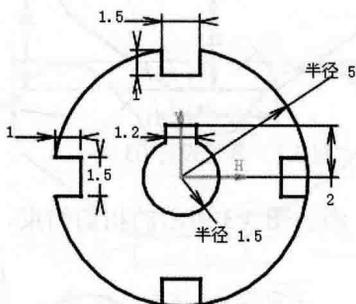
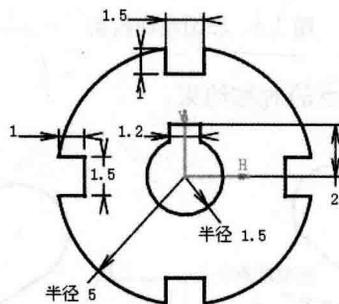

图 2.8 镜像
图 2.9 修剪草图
Step8. 创建图 2.8 所示的镜像。选择下拉菜单 **插入** → **操作** → **变换** →
快速修剪 命令；选取图 2.8 所示的修剪的部分，修剪后的图形如图 2.9 所示。